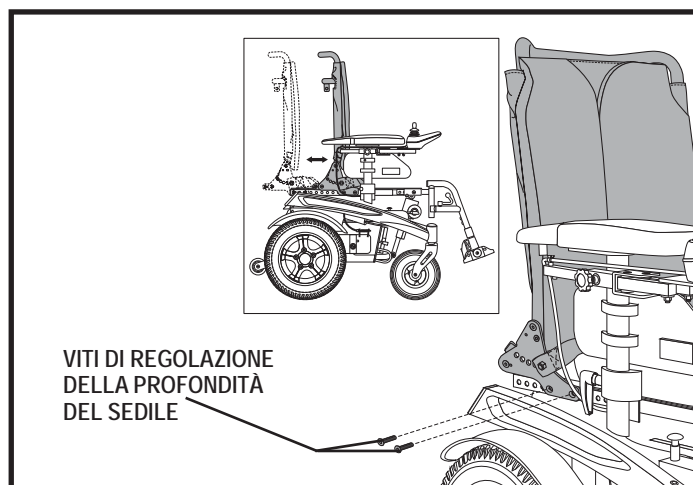

Figura 10. Regolazione della profondità del sedile
2. Rimuovere le due viti di regolazione della profondità del sedile da ciascun lato. **Vedere figura 10.**